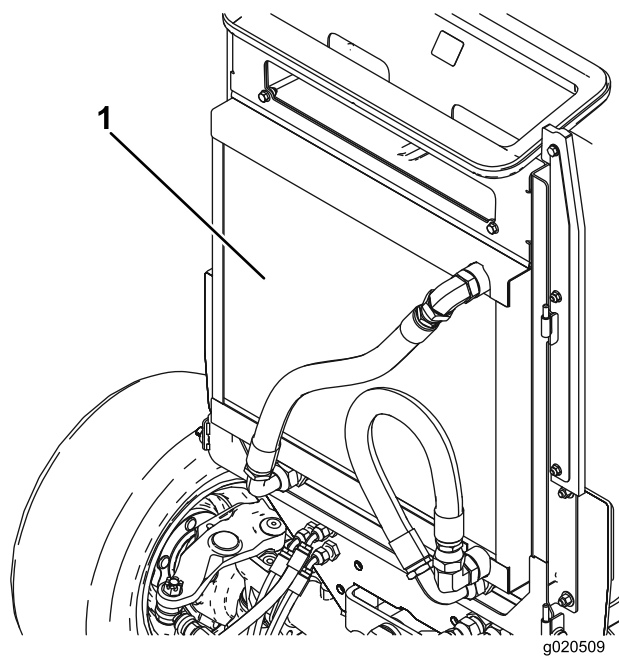

Figura 77
4. Limpe ambos os lados do radiador/refrigerador (Figura 77) com ar comprimido. Comece a partir da parte frontal e sopre os detritos para fora na direção da parte posterior. Depois, limpe a partir da parte posterior e sopre na direção da parte frontal. Repita o procedimento várias vezes até remover toda a sujidade e detritos.